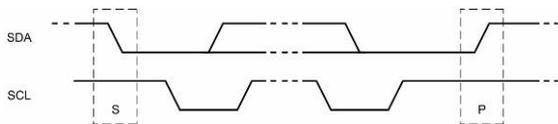

Abb. 1: Startsignal – Daten – Stoppsignal [1]
Master mit dem Steuerbefehl *Start* (S) signalisiert: Dazu wird bei $SCL = High$ eine fallende Flanke auf der Datenleitung (SDA) „gesendet“. Der Bus ist damit für den sendenden *Master* reserviert (Abb. 1).
Beendet wird die Übertragung mit einem *Stop*-Steuerbefehl (P), einer steigenden Flanke auf SDA bei $SCL = High$ (siehe Abb. 1).